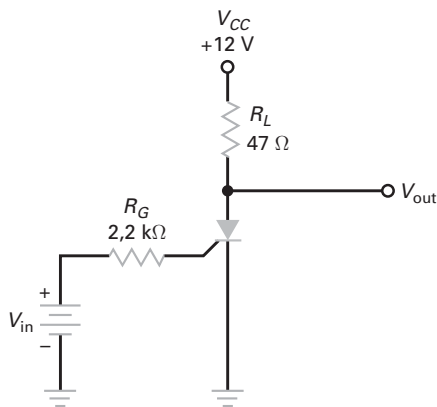

Figura 13-41
- 13-6** O SCR na Figura 13-41 tem $V_{GT} = 1,0$ V, $I_{GT} = 2$ mA e $I_H = 12$ mA. Qual a tensão na saída quando o SCR está em corte? Qual a tensão na entrada que dispara o SCR? Se V_{cc} diminuir até que o SCR entre em corte, qual o valor de V_{cc} ?
- 13-7** Os valores de todas as resistências são dobrados na Figura 13-41. Se a corrente de disparo do SCR é de 1,5 mA, qual a tensão na entrada que dispara o SCR?
- 13-9** Se o SCR na Figura 13-41 tiver uma tensão de disparo de 1,5 V, uma corrente de disparo no gatilho de 15 mA e uma corrente de manutenção de 10 mA, qual é a tensão na entrada que dispara o SCR? E a tensão de alimentação que não mantém a condução?
- 13-10** Se a resistência na Figura 13-41 for triplicada, qual é a tensão na entrada que dispara o SCR se $V_{GT} = 2$ V e $I_{GT} = 8$ mA?